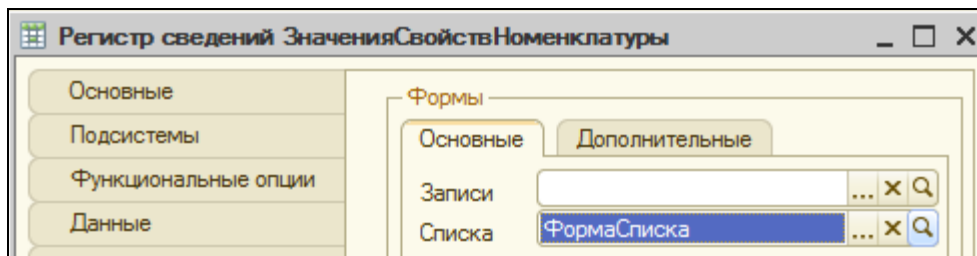

Рисунок 6.20 Выбор формы списка
23. Сделаем невидимым поле **НаборСвойств**. Создадим обработчик события **ПриСозданииНаСервере** формы списка регистра (рис.6.20). На закладке **Формы** создать новую форму списка. Нажать **Готово**.